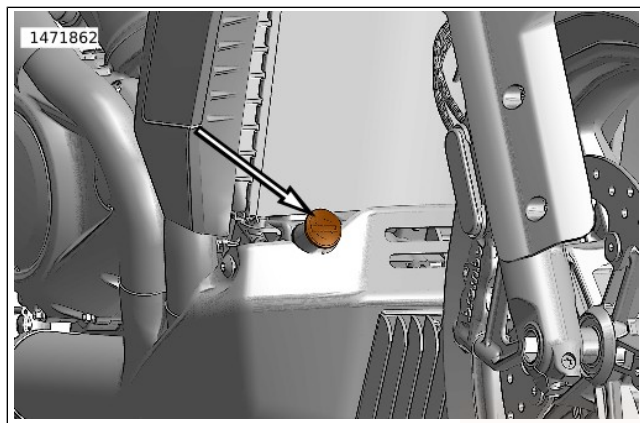

Abbildung 63. Kühlmittel-Einfüllverschlussstopfen/Messstab
3. Kühlmittel-Behälterkappe/Messstab entfernen. Siehe Abbildung 63.
5. Wenn der Stand unter der „MIN“-Linie (1) liegt, GENUINE HARLEY-DAVIDSON EXTENDED LIFE ANTIFREEZE AND COOLANT einfüllen, bis der Flüssigkeitsstand die „MAX“-Linie (2) erreicht.
6. Kühlmittel-Behälterkappe/Messstab anbringen. Siehe Abbildung 63.